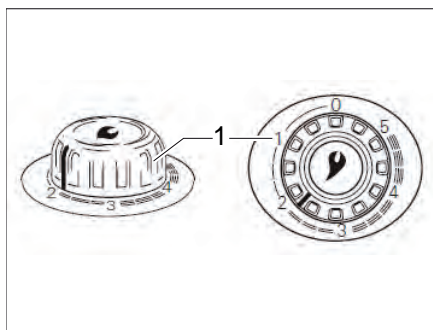

Bild 108 Vridregulator på varmluft-värmesystemet
- Ställ in vridregulatorn på värmningen (Bild 108,1) till önskat värde och tryck ner till stoppläge.
- Ställ vridregulatorn på värmen (Bild 108,1) på "0". Automattändningen stängs då också av.
- ▷ För ytterligare information se den separata instruktionsboken "Truma S 3004 (P) / S 5004".